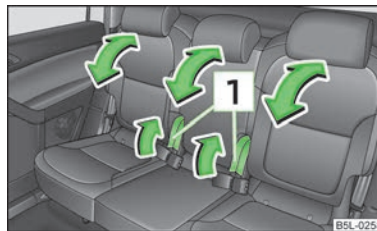

Fig. 50
- Trageți maneta **1** » fig. 50 și reglați înclinarea dorită a spătarului.
- > Trageți maneta 1 » fig. 50 la pagina 60 și rabatați spătarele scaunelor laterale din spate până la limită de cursă, pe suprafața de șezut.
- > Rabatați spătarul scaunului din mijloc spate spre înainte, în același fel, trageți apoi încă o dată maneta 1 » fig. 50 la pagina 60 și apăsați spătarul în jos, până când acesta se fixează cu zgomot într-o poziție inferioară.